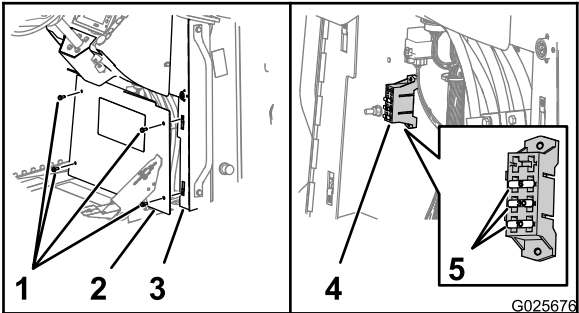

Figure 86
3. Serrez les 4 boulons à embase hexagonale (5/16 x 3/4 po) qui fixent le couvercle à la console et déposez le couvercle (Figure 86).
4. Localisez le fusible ouvert et remplacez-le par un fusible de même type et même intensité (Figure 86).
6. Alignez le trou du couvercle et les écrous à clip des brides de la console (Figure 86).